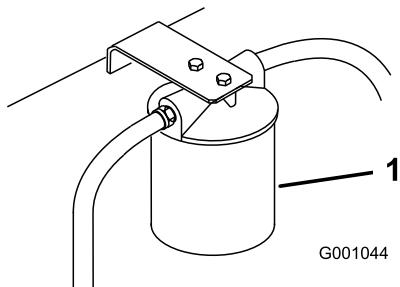

Figura 70
3. Collocate una bacinella di spуро sotto il filtro, togliete il filtro usato e pulite la guarnizione di riduzione del filtro (Figura 70).